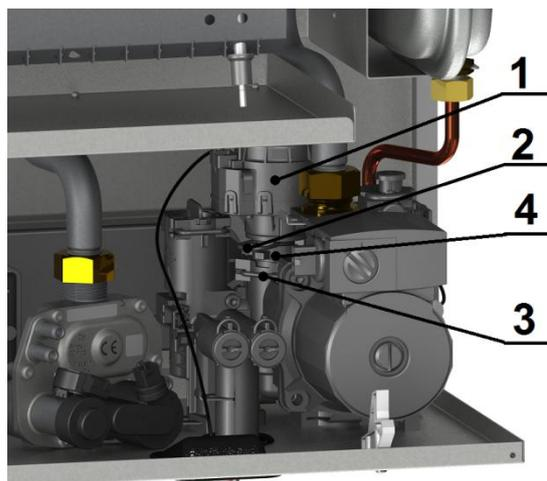

Рис. 16 Демонтаж трёхходового клапана
- отключить кабель с электродвигателя трёхходового клапана (1), см. рисунок 16;
- снять скобу (2) крепления электродвигателя трёхходового клапана (1);
- снять электродвигатель трёхходового клапана (1), потянув вверх;
- снять скобу крепления трёхходового клапана (3);
- снять трёхходовой клапан (4), потянув вверх. Сборку производить в обратной последовательности.